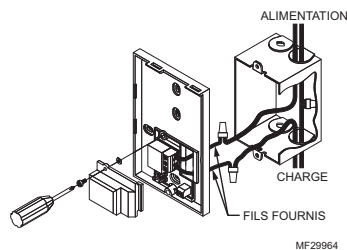

Fig. 2. Acheminement des fils vers le thermostat.
4. Faire passer les fils par l'ouverture à droite des bornes. Voir la Fig. 2. Fixer le module arrière au mur ou à une boîte électrique à l'aide des vis et des chevilles d'ancrage fournies.